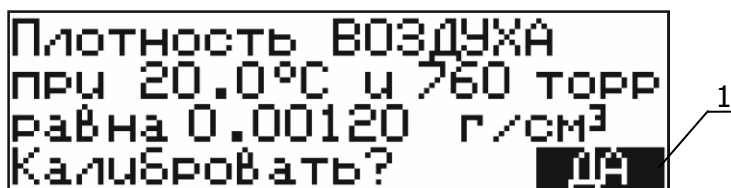

Рисунок 9 — Калибровка по воздуху
- кнопками **↑** или **↓** переместить указатель — темный фон 1 (рисунок 9) — на изменяемое значение давления или плотности;
- кнопками **↑** или **↓** переместить указатель — темный фон 1 (рисунок 9) — на значение плотности;